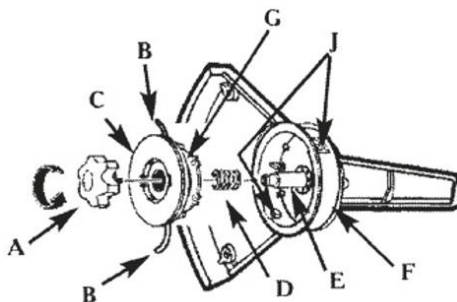

Рис. 13
1. Поверните фиксирующую насадку (А) ПО ЧАСОВОЙ СТРЕЛКИ и снимите ее (Рис. 13)